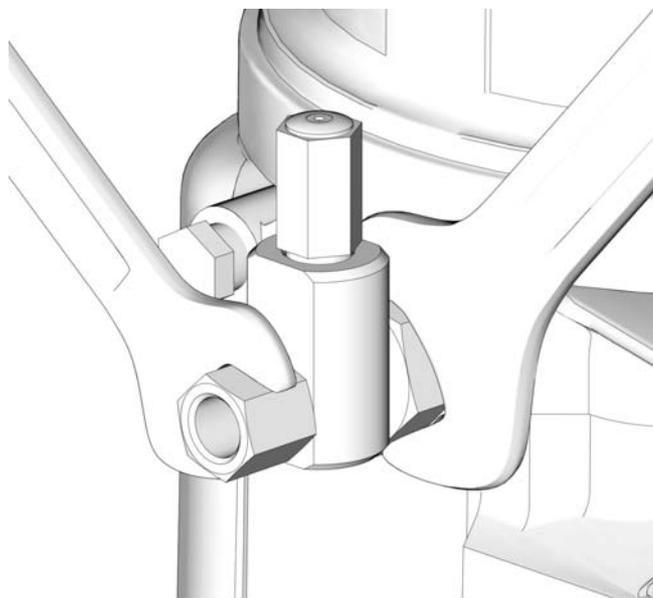

FIG. 19
- Utilizzare sempre due chiavi operanti in direzioni opposte ogni volta che si collega qualcosa a un elemento pompa o ai raccordi ausiliari. Vedere FIG. 19 per un esempio.